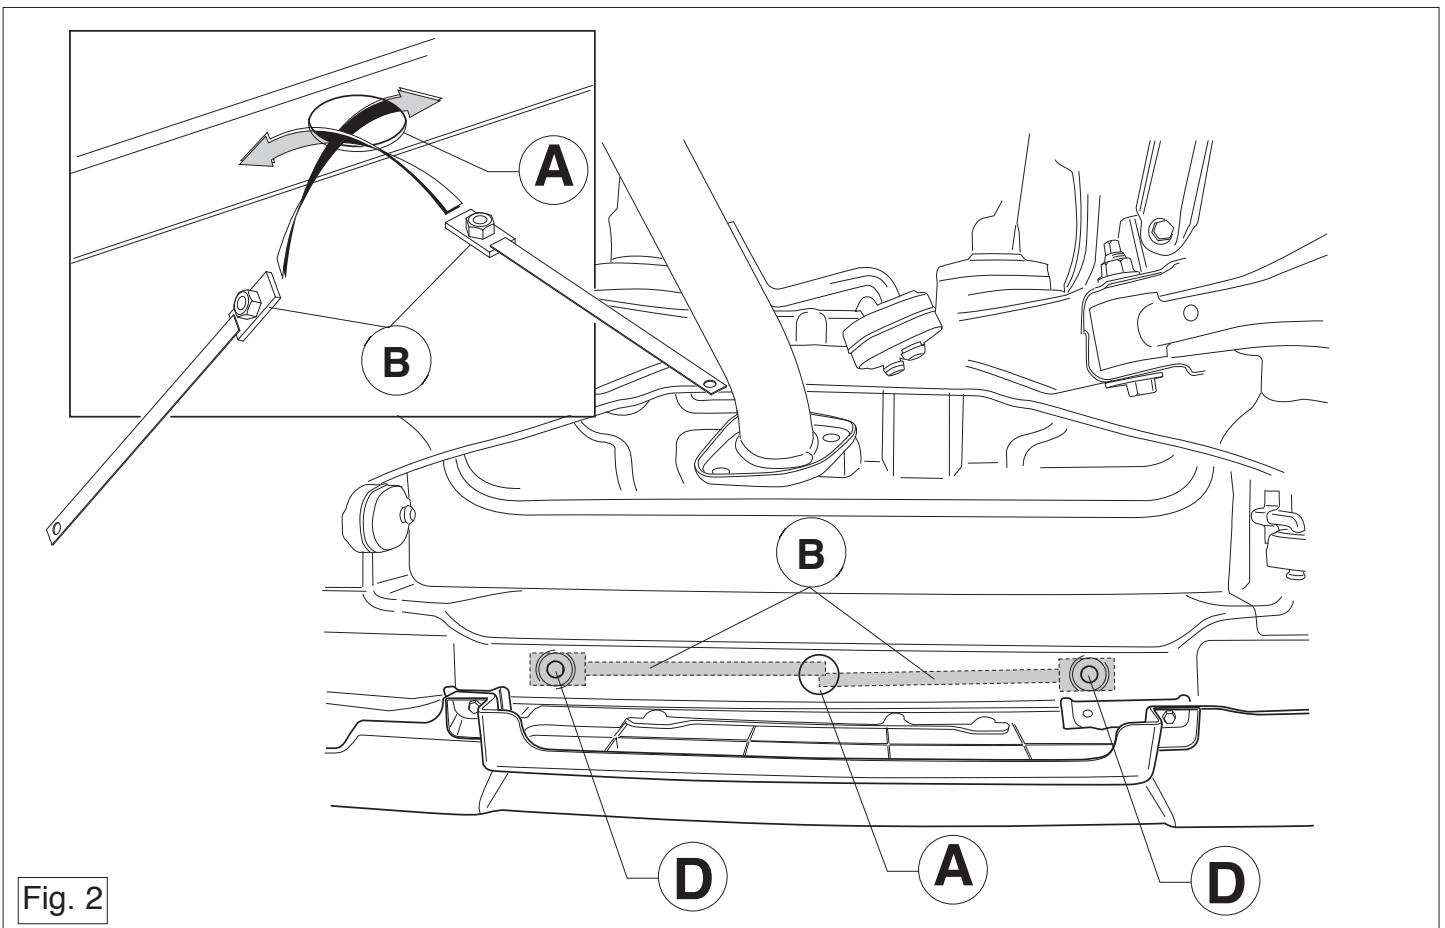

Fig. 2
5. Position the two strips B on the inside of the chassis See figure 2.
5. Im Langsträger die beiden Streifen B anlegen. Siehe Abbildung 2.
5. Placer les deux plaquettes B à l'intérieur du châssis. Voir la figure 2.
5. Поставить на внутренней стороне шасси две полосы В. См. рисунок 2.